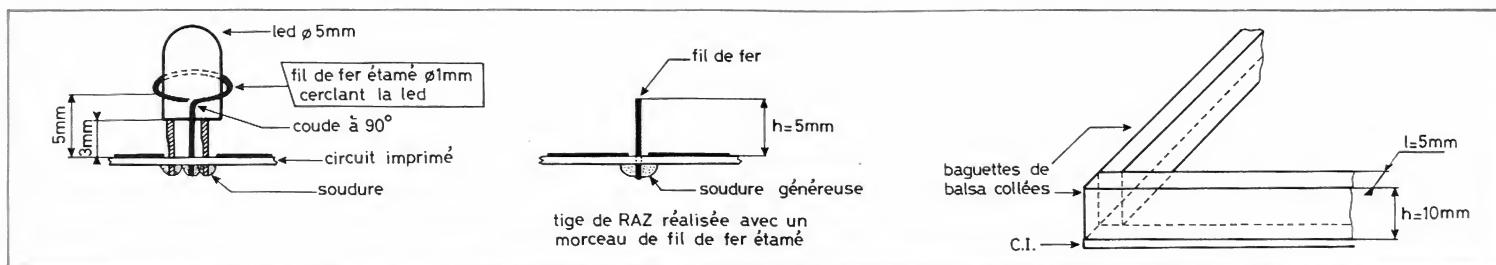

Fig. 6. et 7. - Détails de réalisations d'une borne du jeu ainsi que d'une tige de remise à zéro. Quelques éléments de balsa permettront de fermer la piste.
c) Réalisation des bornes (fig. 6)
Le circuit étant gravé, après le rituel rinçage et nettoyage au tampon, on pourra percer les trous à l'aide d'un forêt de 1,2 mm. Nous ne saurions trop vous conseiller la solution de l'étamage à froid. Les soudures n'en seront que plus belles. Les composants seront soudés sur le circuit grâce à la figure 6. Vérifier particulièrement l'orientation des composants actifs. Percer le boîtier Teko P/3 suivant la figure 7.